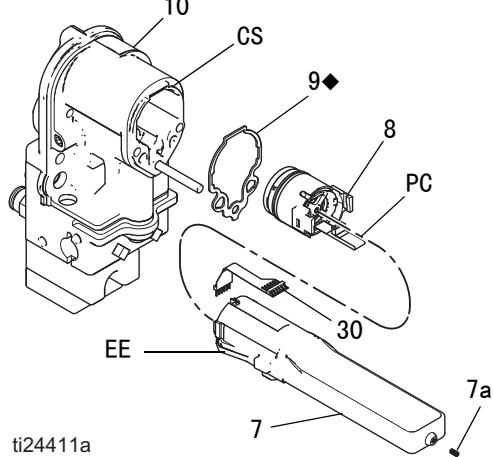

图 37. 供电电源
**注：**在运转 2000 小时之后，更换涡轮的轴承。订购部件号为 24N706 的轴承配件包。配件包所含零配件已用标志（◆）标出。参见图 37 到图 40。